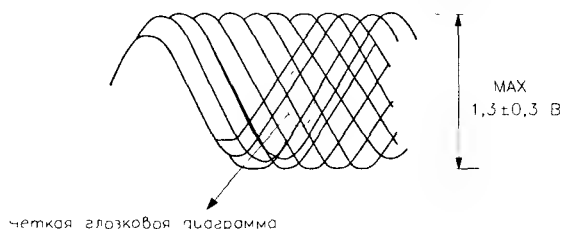

Рис. 4.26. Форма волны высокочастотного EFM-сигнала
2. Проконтролировать вид глазковой диаграммы (рис. 4.26). Она должна быть четкой и иметь форму ромба.